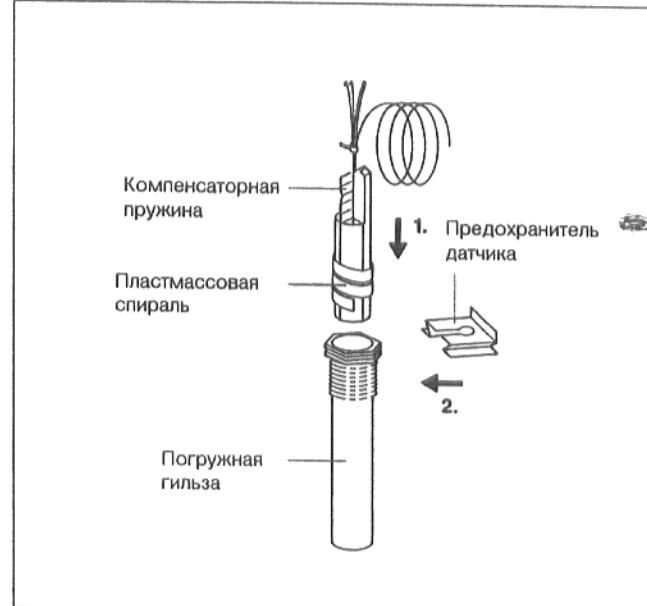

рис. 28
- Вставить датчики температуры до упора в погружную гильзу. При этом пластмассовая спираль самостоятельно отодвигается назад. Компенсаторную пружину необходимо вставить в погружную гильзу вместе с датчиком (рис. 28).
- Надеть предохранитель датчика (входит в комплект поставки устройства регулирования) сбоку или сверху на головку погружной гильзы (рис. 28).